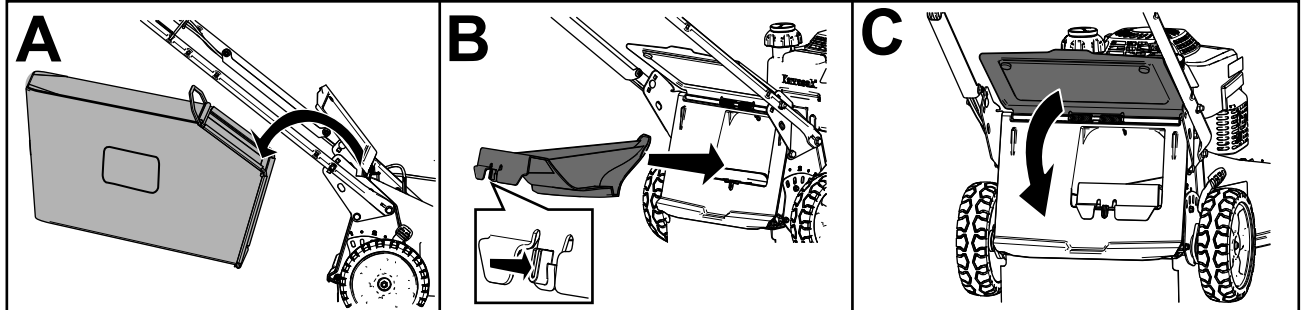

Figure 18
- Si le bac à herbe est installé, déposez-le; (A de Figure 18).
- Si l'obturateur d'éjection arrière n'est pas installé, saisissez-le par la poignée, relevez le volet arrière et insérez l'obturateur dans la goulotte d'éjection arrière jusqu'à ce que le dispositif de verrouillage s'enclenche en position (B de Figure 18).
3. Sortez la tige du bac à herbe des crans à la base du guidon (A de Figure 18).
4. Installez l'obturateur d'éjection (B de Figure 18).
5. Abaissez le déflecteur arrière (C de Figure 18).